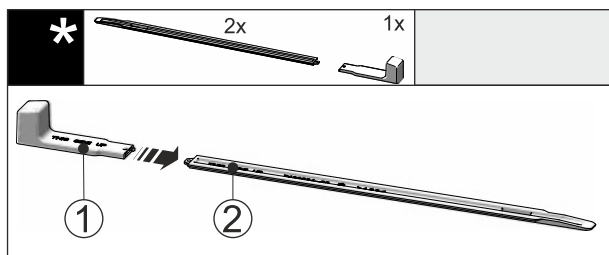

Fig. 46
- ▶ Įkiškite montavimo rankeną Fig. 46 (1) į išlyginamąjį bėgelį Fig. 46 (2).